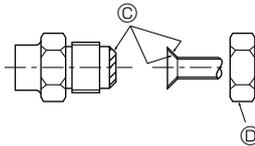

Fig. 4-1
4.2. Соединение труб (Fig. 4-1)
Ⓐ (Fig. 4-1)
Ⓑ (Fig. 4-1)